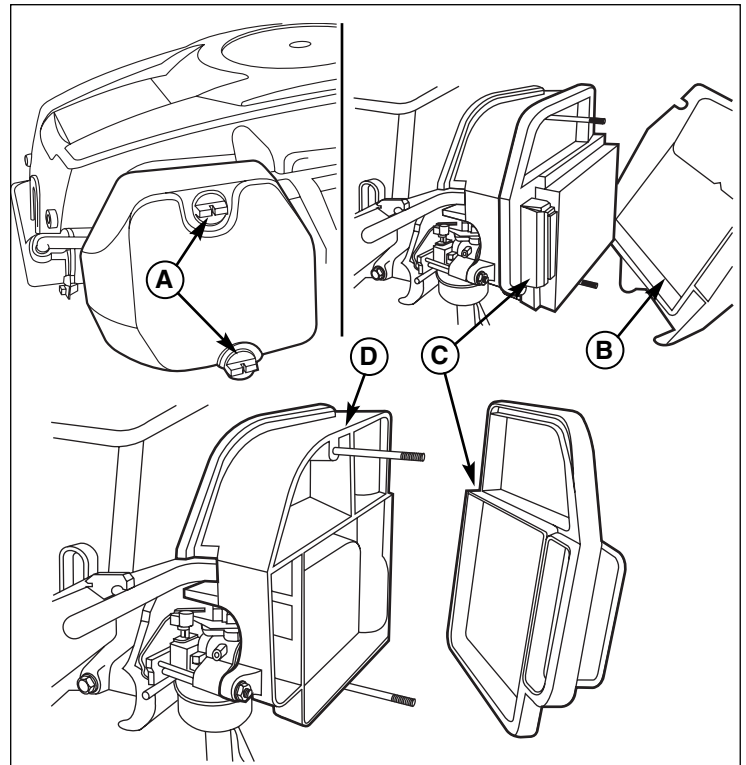

Figure 38. Système de filtrage d'air - modèles Kohler
1. Desserrer les boutons (A, Figure 38) du capot de filtre à air et déposer le capot (B). Nettoyer tous débris autour du filtre à air. Contrôler l'état des surfaces d'étanchéité du l'élément filtrant (C) et du logement de filtre (D). Changer toute pièce endommagée.
2. Changer l'élément filtrant (C).
3. Poser le nouvel élément filtrant côté plissé vers l'extérieur et l'asseoir contre les bords du logement de filtre à air (D).
4. Remettre le capot (B) en place et le fixer avec les deux boutons (A).